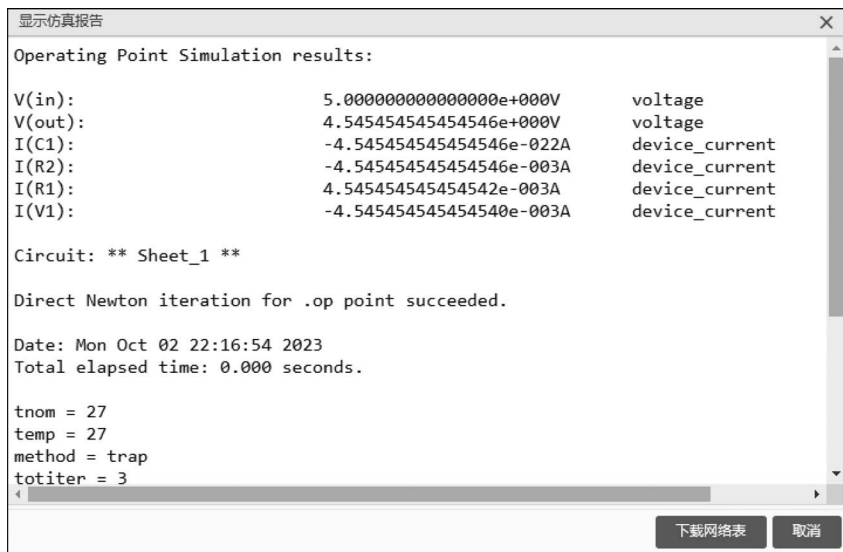

图 3-6 仿真报告窗口
- (1) 弹出如图 3-6 所示的“显示仿真报告”的窗口,该仿真报告窗口给出了对 Spice 电路的分析过程,及直流工作点的相关电压和电流情况。